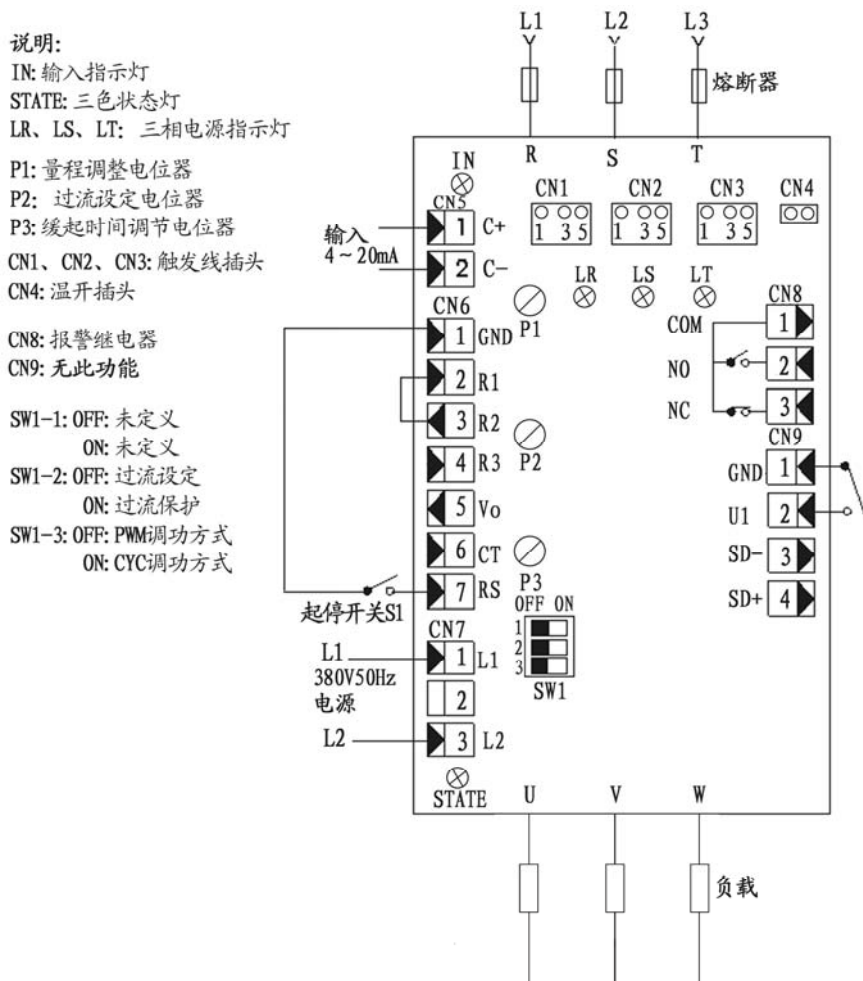

图 2-1-1 星型中心不接地负载自动方式接线图、控制板端子位置图
7. 控制板现象、故障自诊断及对应 LED 状态指示灯（LED 位置图请参考图 2-1-1）
11. 报警输出（端子位置参考图 2-1-1）
⑦ CN9 端子为功能选件。若需要调功调压一体化功能或者状态发送功能，都必须带 CN9 端子（订货时声明）。
⑧ 设备调试时可以按照图 2-1-1 接线，调试时图中负载最好用 100 瓦~200 瓦灯泡做为假负载。
⑨ 侧壁接线盒端子图：（图 2-1-1 中 CN8、CN9 端子引至侧壁接线盒，用户使用，需从侧壁接线盒接线）。